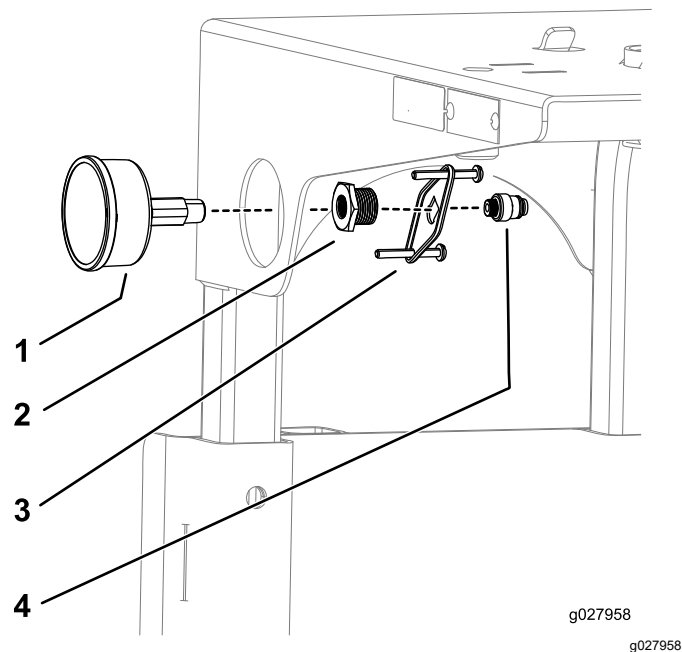

Figura 15
7. Aplique cinta PTFE a las roscas del manómetro e instale el manómetro como se muestra en la Figura 15.